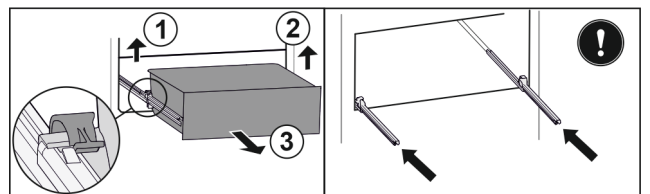

Fig. 96
sahtlit vasakult ettepoole. Fig. 96 (1)
sahtlit paremalt ettepoole. Fig. 96 (2)
- ▶ Võtke sahtel ettepoole välja. Fig. 96 (3)